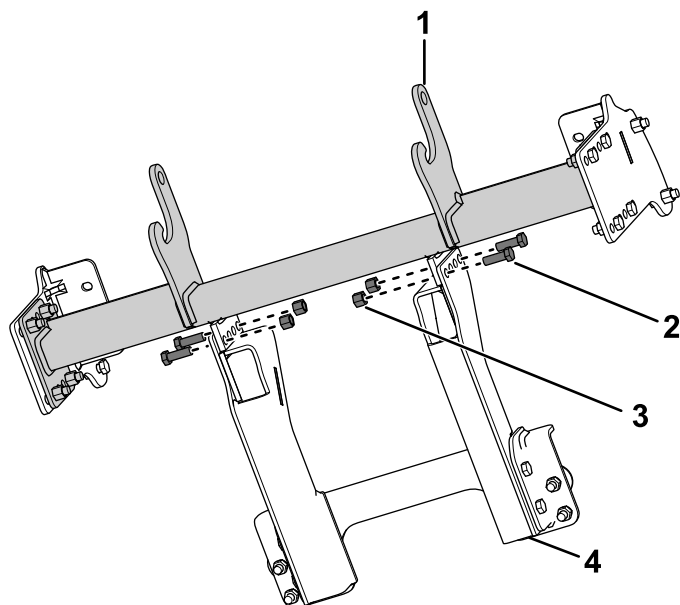

Figure 7
15. Fixez légèrement les supports d'angle aux pattes situées au dos de la barre de poussée à l'aide de 4 boulons à tête hexagonale (½ po, GR5) et 4 contre-écrous en nylon (½ po) (Figure 7).